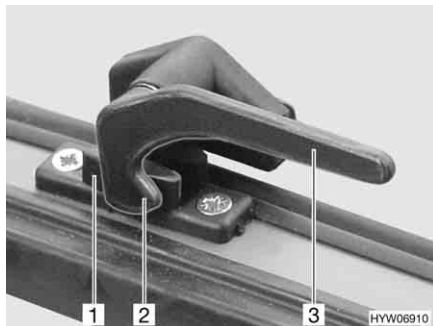

Bild 46 Låsarm i läget "stängd"
- Sväng låsarmen (Bild 46,3) ett kvarts varv mot fönstrets mitt.
- Sväng låsarmen (Bild 46,3) ett kvarts varv mot fönsterkarmen. Låsspaken (Bild 46,2) är placerad på insidan av fönsterlåset (Bild 46,1).
- I läget "helt stängt" (Bild 46)